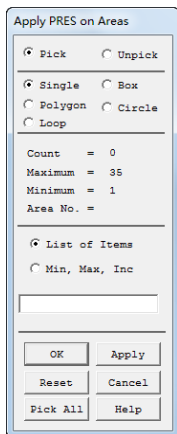

图 8-53 选择面
② 在小轴孔圆周面上、大轴孔轴台上和键槽的一侧施加压力载荷。
①从主菜单中选择 Main Menu: Solution > Define Loads > Apply > Structural > Pressure > On Areas。
②选择小轴孔的内圆周面和小轴孔的圆台，单击“OK”按钮，如图 8-53 所示。